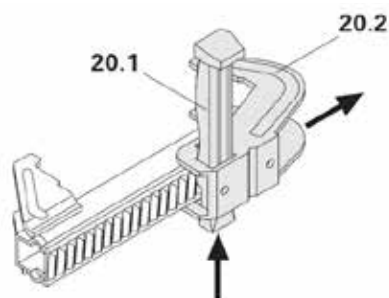

Рис. 8
1. Поднять клин (20.1) в верхнее положение (Рис. 8)
(Рис. 8, 9)